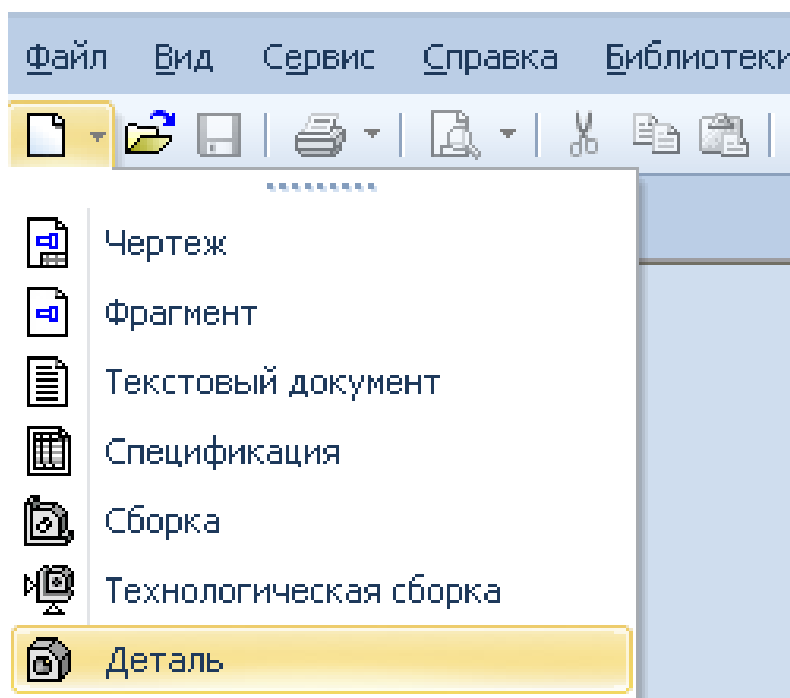
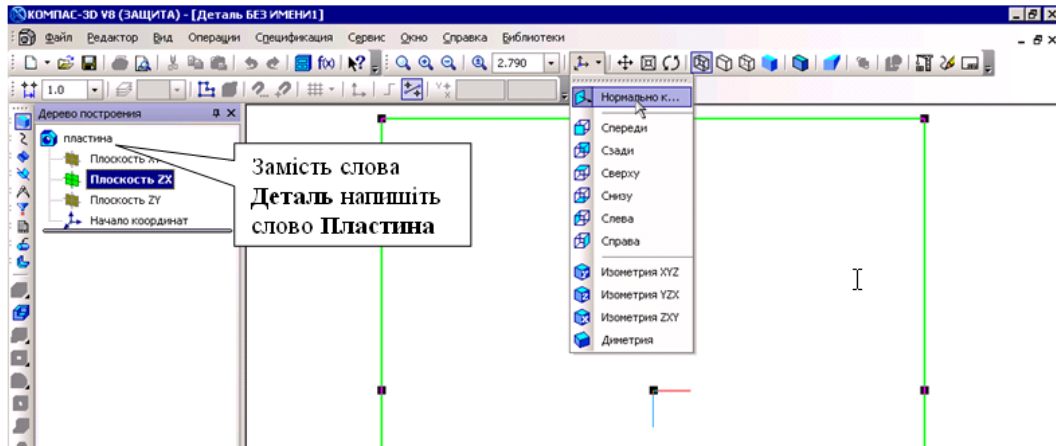

Рис. 3.1.5
Рис. 3.1.6
1. Створити документ «Деталь» , рис. 3.1.5. Збережіть креслення під ім'ям *Пластина* в папку, з *Вашим прізвищем*, в папку, що має назву – *шифр Вашої групи*. Відредагуйте в **Дереве построения** назву моделі – введіть замість слова «Деталь» слово «Пластина». Для цього двічі натисніть ліву кнопку мишки на слові «Деталь», напишіть «Пластина» і клацніть мишкою на вільному полі креслення, рис. 3.1.6.
2. Виберіть орієнтацію деталі: активізуйте **горизонтальну площину ZX** (рис. 3.1.6). Встановіть орієнтацію деталі **Вид сверху** або **Нормально к...** (рис. (3.1.6).